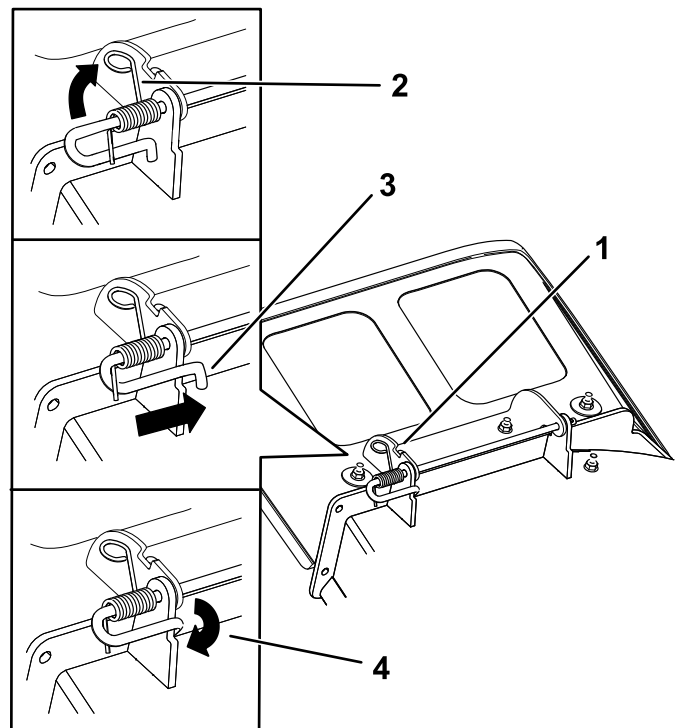

**Bild 77**
1. Entfernen Sie den Splint vom Ende der Stange (Bild 77).
- Entfernen Sie die Feder von der Kerbe in der Ablenkblechhalterung und schieben Sie die Stange aus den geschweißten Mähwerkhalterungen, der Feder und dem Auswurfablenkblech (Bild 77).
- Setzen Sie den Splint in das Ende der Stange (Bild 77).